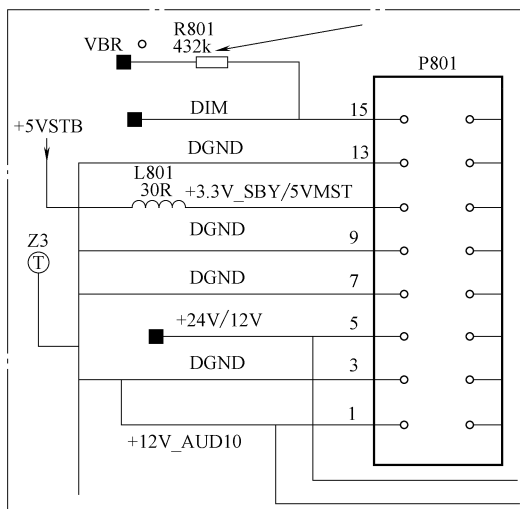

图 5-10 电阻 R801 相关电路截图
- 3) 电阻 R801 相关电路截图如图 5-10 所示。